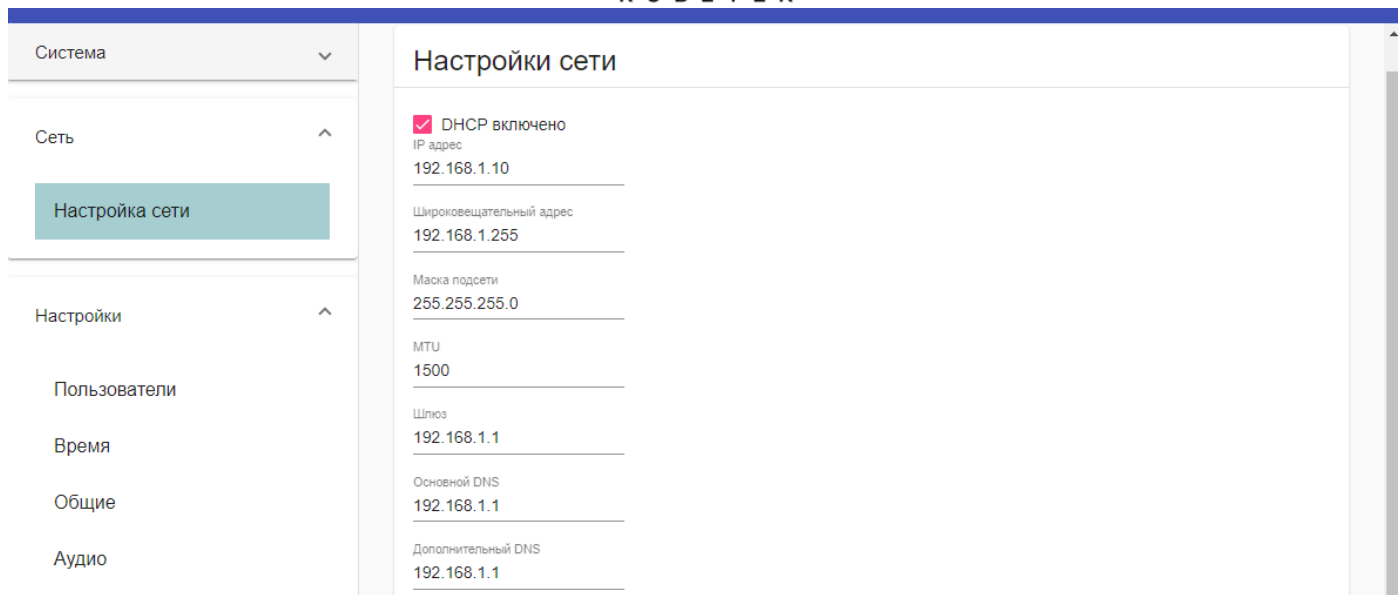

Рис. 6 – Подраздел меню Настройка сети
3.2.5. Для изменения настроек сети перейдите в раздел **Сеть > Настройка сети**. (см. рис. 6).